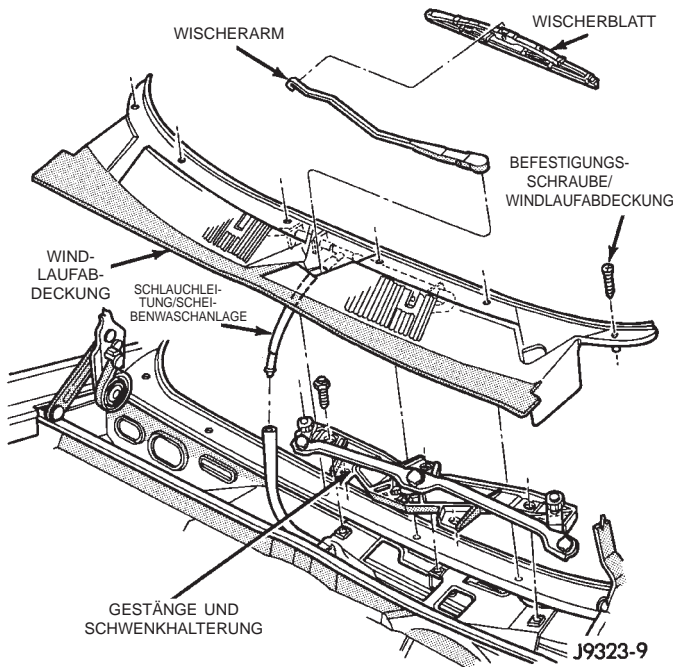

Abb. 6 Bauteile des Windlaufgrills
- (1) Wischerarme ausbauen. Näheres zu Ein- und Ausbau siehe Kapitel 8K, "Scheibenwisch-/waschanlage".
- (2) Befestigungsschrauben lösen, mit denen der Windlaufgrill am Windlauf befestigt ist (Abb. 6).
- (3) Schlauchleitungen der Scheibenwaschanlage von den Düsen abziehen.
- (4) Windlaufgrill und Verkleidung vom Windlauf abbauen.